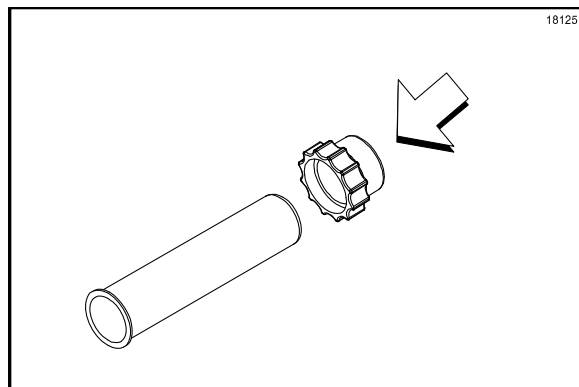

Figura 90
5. Instale a porca no tubo do êmbolo. (Veja a Figura 90.)